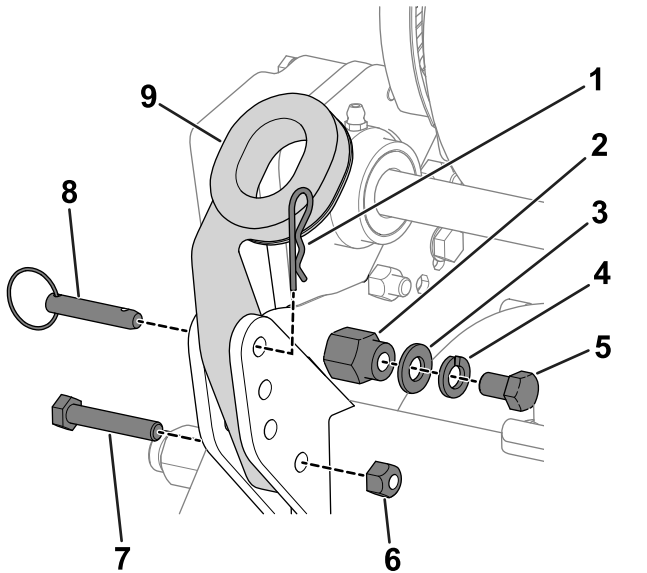

Bild 3
1. Nehmen Sie die Schrauben (5/16"), Sicherungsmuttern, Ringstifte und Splinte ab, mit denen die Holmarme unten an jeder Seite der Maschine befestigt sind (**Bild 3**).
2. Entfernen Sie die Schrauben (3/8"), Unterlegscheiben und Sicherungsscheiben von den Befestigungsstiften auf jeder Seite der Maschine (**Bild 3**).
3. Schieben Sie die Holmenden durch die Löcher in den Holmarmen und fluchten Sie die Löcher mit den Befestigungsstiften aus (**Bild 3**).
6. Verwenden Sie die Schrauben (5/16"), Sicherungsmuttern, Splinte und Ringstifte, die Sie zuvor entfernt haben, um die Holmarme an der Rückseite des Rahmens zu befestigen (**Bild 3**).